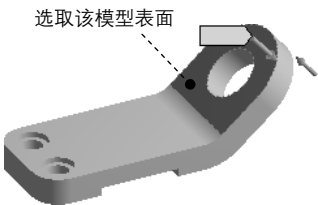

图 4.2.12 定义力方向
(1) 单击以激活 **Direction** 后的文本框，选取图 4.2.12 所示的面为参考方向，调整箭头方向
如图 4.2.12 所示。